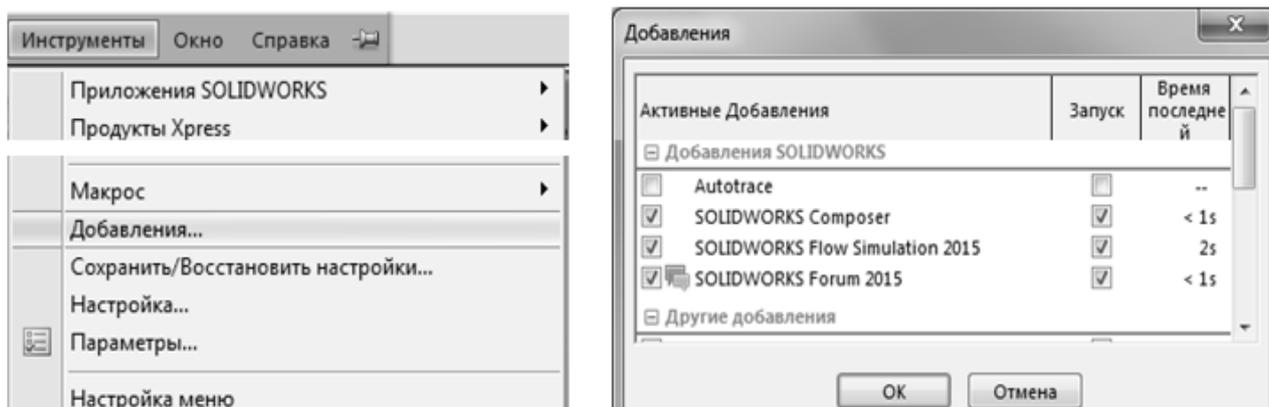

Рисунок 1.2 – Диалоговое окно «Добавления»
– выберите «Инструменты» – «Добавления», в появившемся диалоговом окне (рисунок 1.2) выберите необходимые модули в колонке «Активные добавления»;
При частом использовании интегрированных приложений рекомендуется установить их подключение при загрузке SolidWorks. Для этого необходимо вызвать диалоговое окно «Добавления», как указано выше, и отметить автоматически загружаемые добавления в колонке «Запуск» (см. рисунок 1.2).